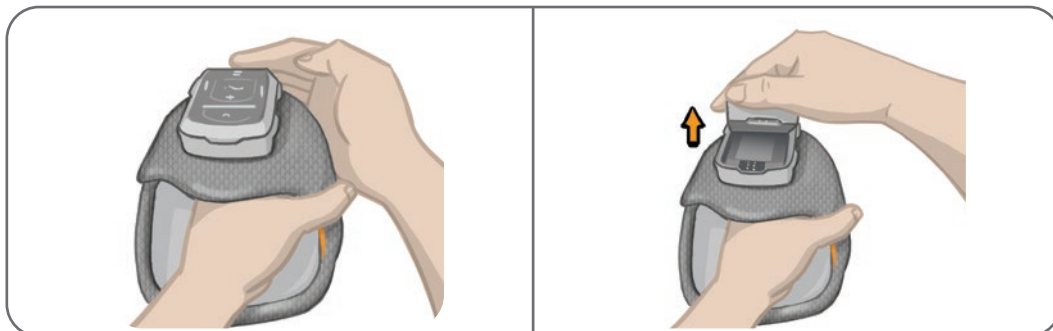

Bild 8-12: Ta bort EPG
2. Dra bort den övre delen av EPG från hållaren. Se bild 8-12.